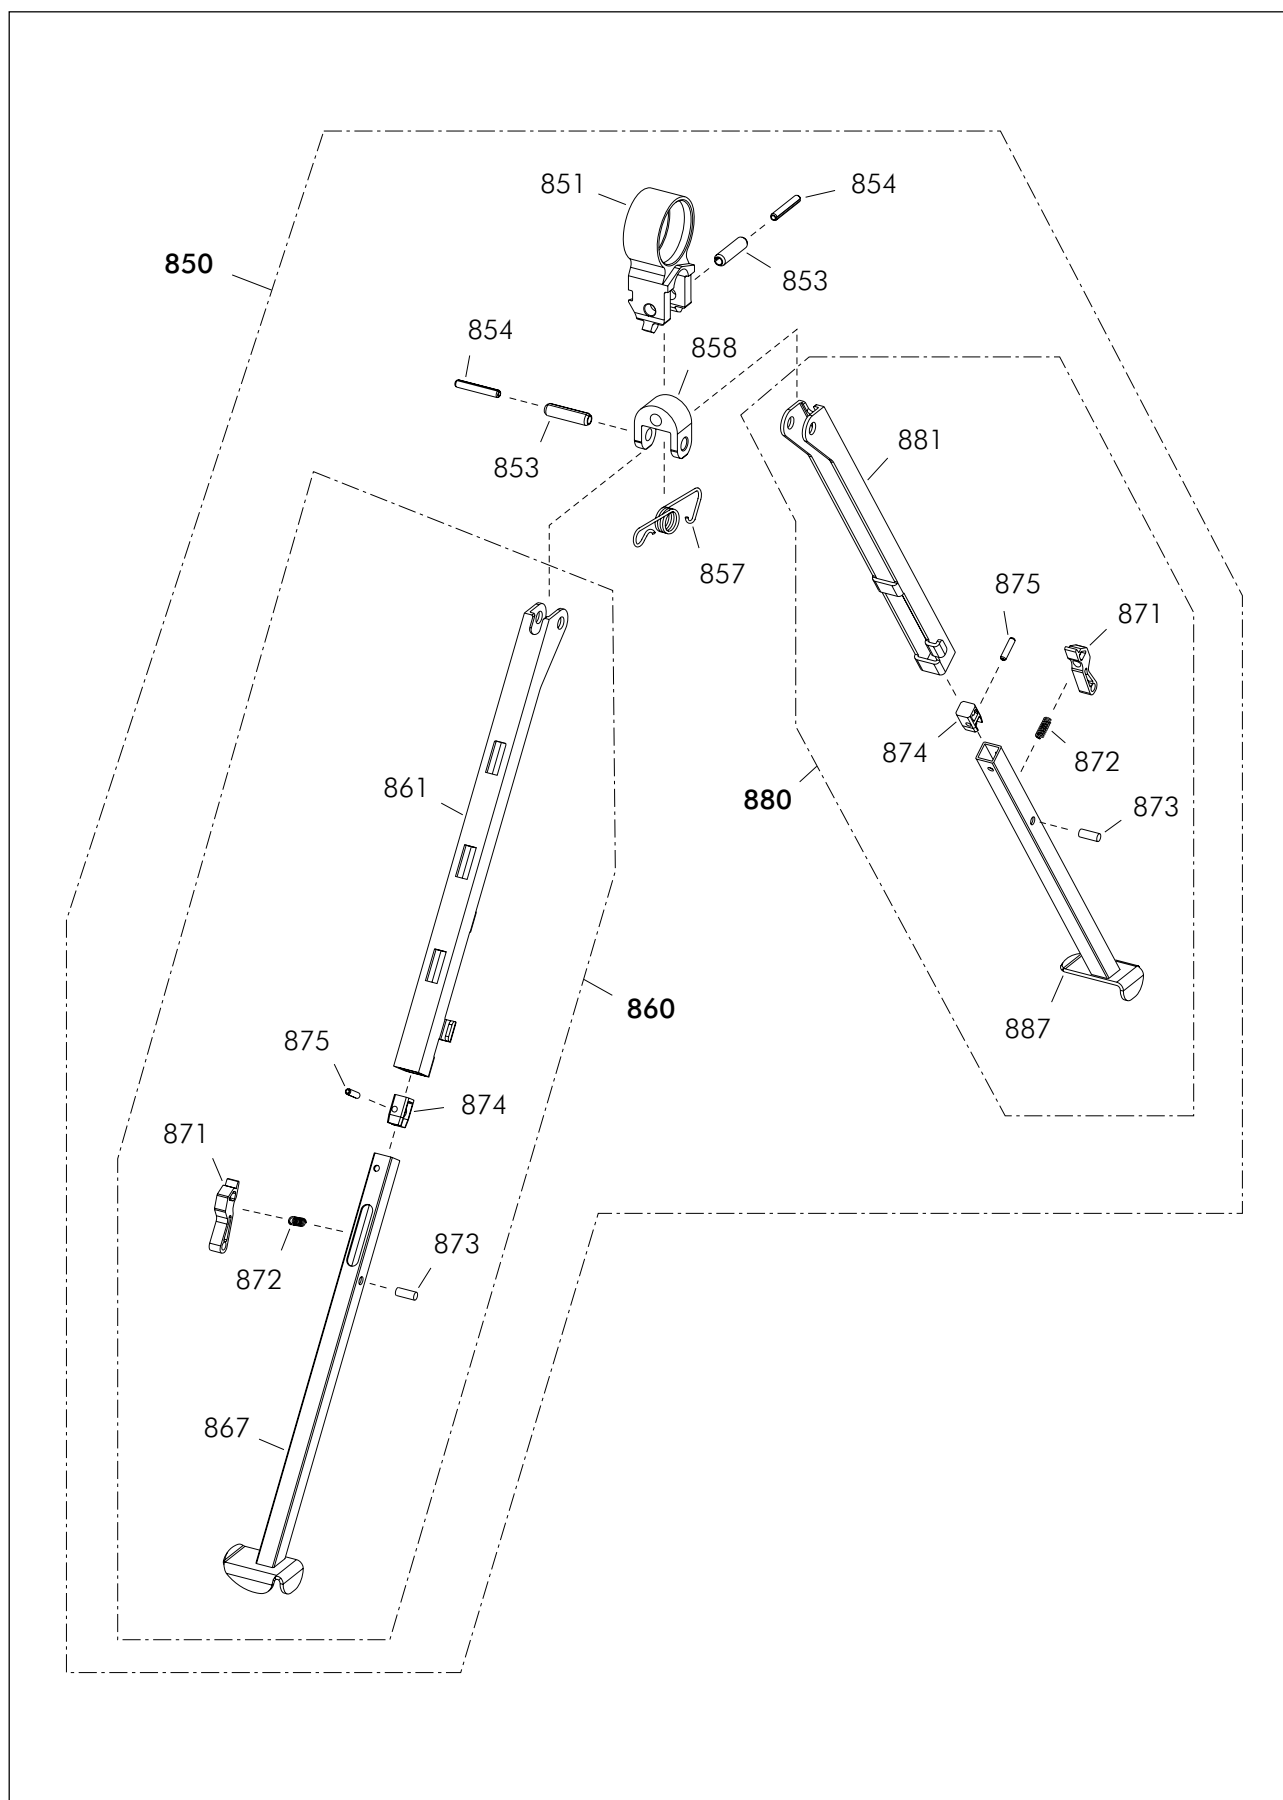

Fig. 3.i - Grupo bípode [8]
3.8. GRUPO BIPODE [8] (Fig. 3.i)